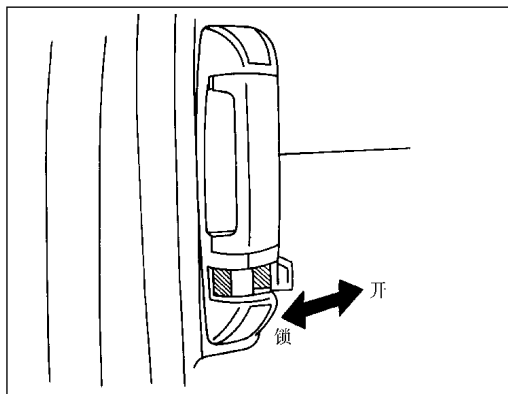

图 1-6 侧拉门锁内侧控制开关
(6) 侧拉门锁内侧控制开关如图 1-6 所示。将开关推置“锁”位置后，关车门，车门被锁定；将开关推置“开”位置，开锁。